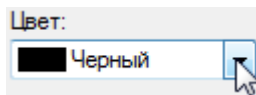

Рисунок 297.
1. Раскройте выпадающий список **Цвет** (Рис. 297), нажав левую кнопку мыши на треугольнике.